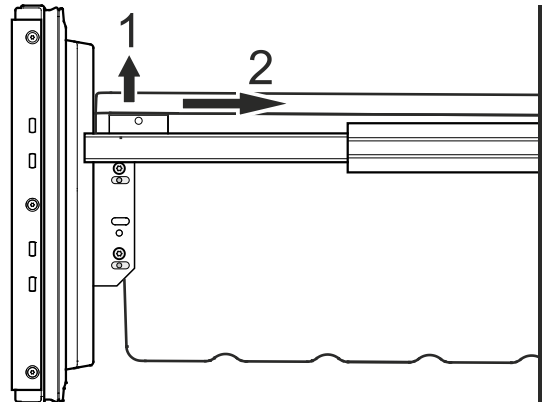
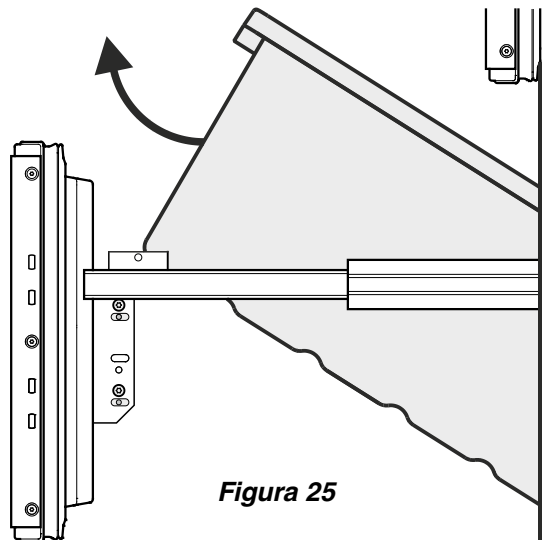

Figura 24
Figura 25
- Destrave o recipiente pelos cantos direito e esquerdo puxando para cima (1) - **Figura 24**.
- Faça o recipiente deslizar para trás (2) - **Figura 24**.
- Incline o recipiente em ângulo e remova - **Figura 25**.
- Remova os recipientes das gavetas do freezer conforme exibido na **Figura 24** e **Figura 25**.